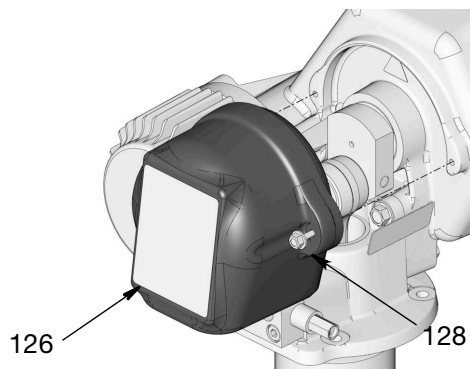

Рис. 52
27. Обратно установите крышку (126) с помощью болтов (128). С помощью гаечного ключа надежно затяните болты (Рис. 52).